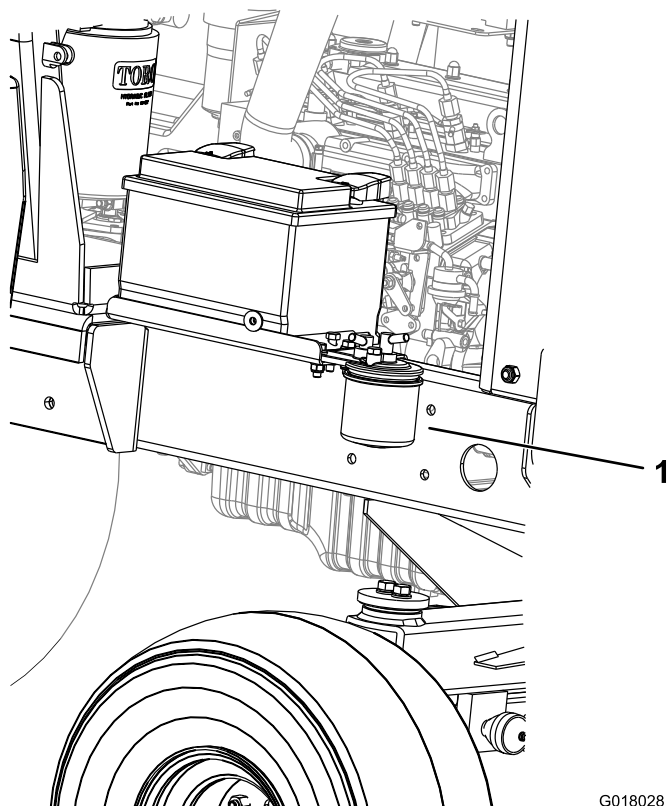

Bild 47
1. Stellen Sie einen sauberen Behälter unter die Kraftstofffilterglocke (Bild 47).